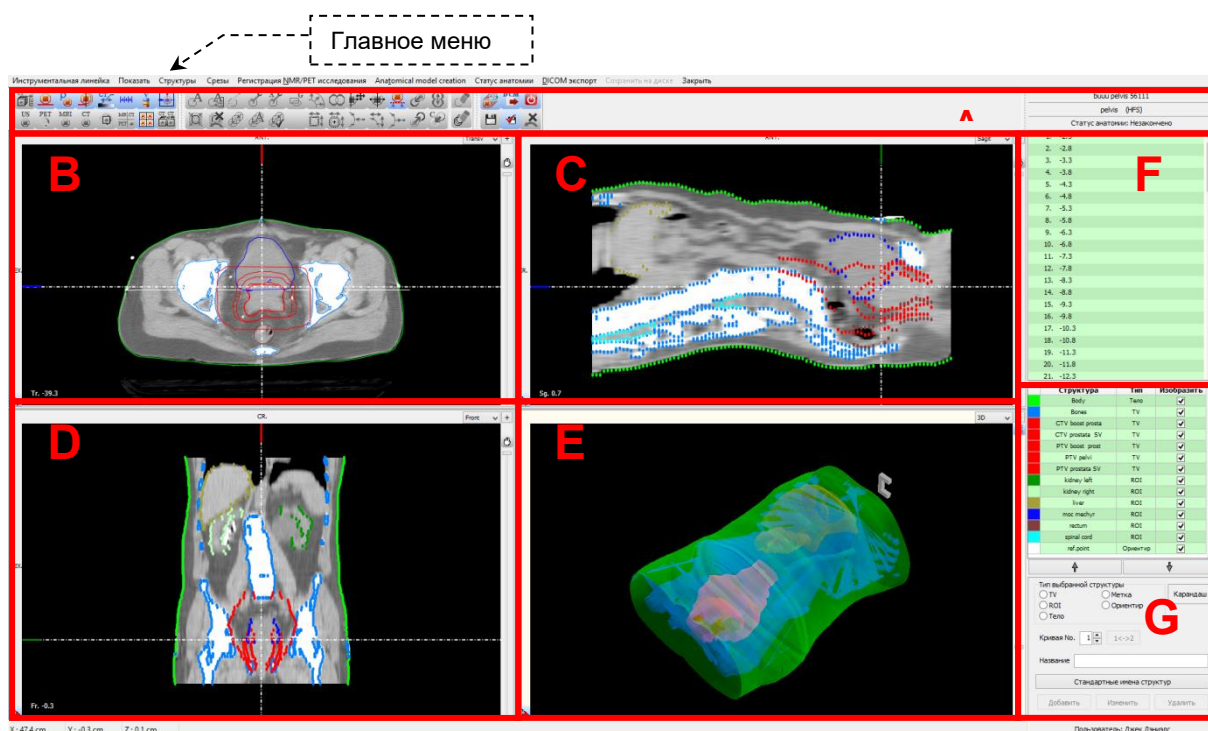

Рис. 13 Редактирование анатомической модели
7. Кликните на кнопку  **Редактировать пациента**. Откроется окно, указанное на Рис. 13.
Описание каждой части бланка изображено на Рис. 13: